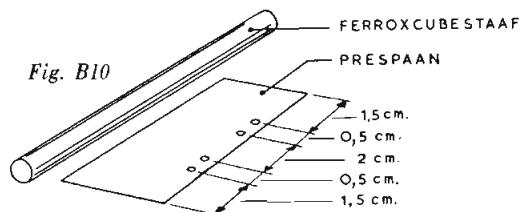

Fig. B10
8. Prik eerst met de punt van een schaar of met een stopnaald vier gaatjes in het isolatiepapier (prespaan). De afstanden tussen de gaatjes zijn aangegeven in figuur B10.